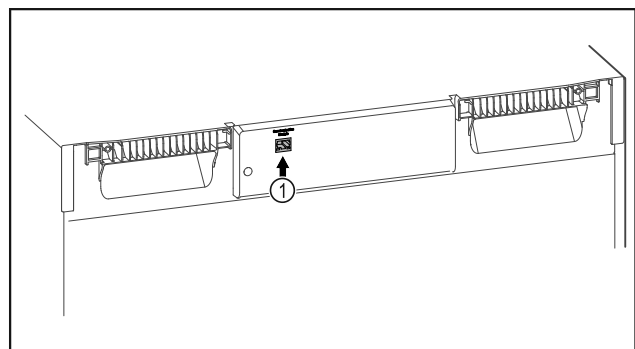

Fig. 86
- ❑ SmartModule Fig. 86 [1] este instalat.